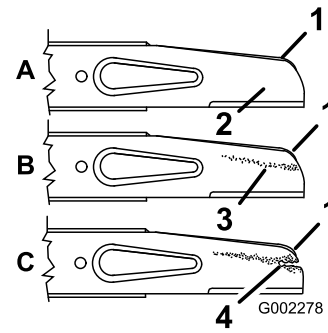

Figura 32
2. Retire las tuercas de la cuchilla, el acelerador y la cuchilla (Figura 32).